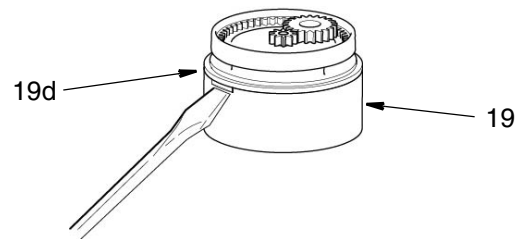

FIG. 13
6. Inserire un cacciavite nella tacca del gruppo del pistone (19) e sollevare via il coperchio del pistone (19d). Vedere la FIG. 13. Rimuovere tutte le parti.